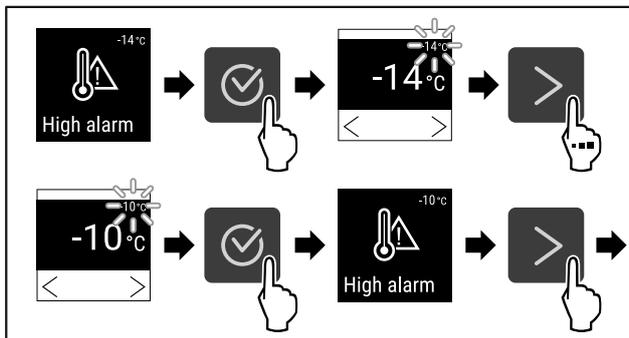

Fig. 98
- ▶ Seguir los pasos de procedimiento (consulte Fig. 98) .